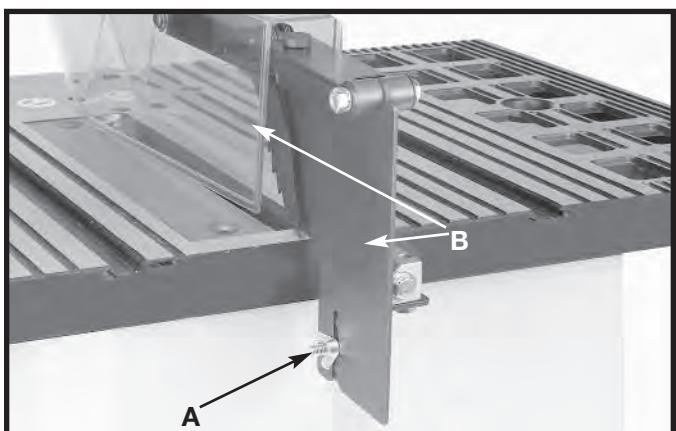

Fig. 44
Antes de realizar las ranuras, afloje la tuerca mariposa (A), Fig. 44, y extraiga el ensamble de la guarda y el separador (B). Mantenga el ensamblaje a mano para volver a colocarlo luego de cortar la ranura.